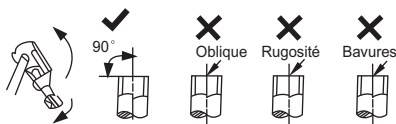

Fig. 23 – Coupe des tuyaux
- a. Coupez le tuyau à 90 degrés (voir figure 23) au moyen d'un coupe-tube.